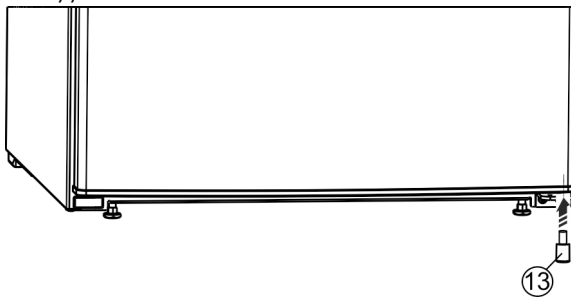

Fig. 27*
- Aseta välikeosa Fig. 27 (13) takaisin ovenn alus oikealle, koska se on tärkeä osa laitteen vakavuudelle.*